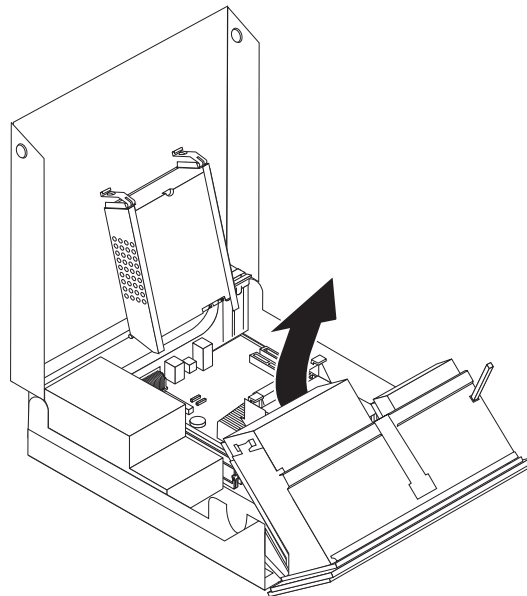

Figura 6. Giro de la bahía de unidades
2. En algunos modelos, es posible que necesite girar el conjunto de bahías de unidades hacia arriba así como la unidad de disco duro para acceder a los componentes internos, consulte la Figura 6.